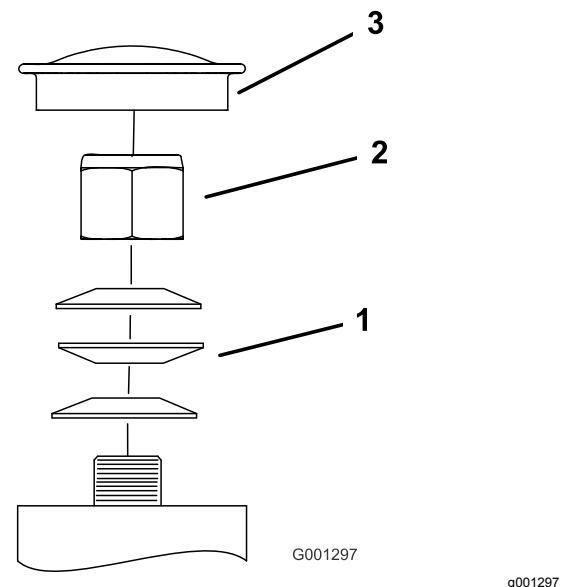

Figura 60
3. Retire o tampão antipoeira da roda e aperte a porca de bloqueio (Figura 60).
4. Aperte a porca de bloqueio até que as anilhas de mola estejam planas e, em seguida, recue 1/4 de volta para aplicar devidamente a pré-carga nos rolamentos (Figura 60).
Importante: Certifique-se de que as anilhas de mola estão corretamente montadas como se mostra na Figura 60.
5. Instale o tampão antipoeira (Figura 60).